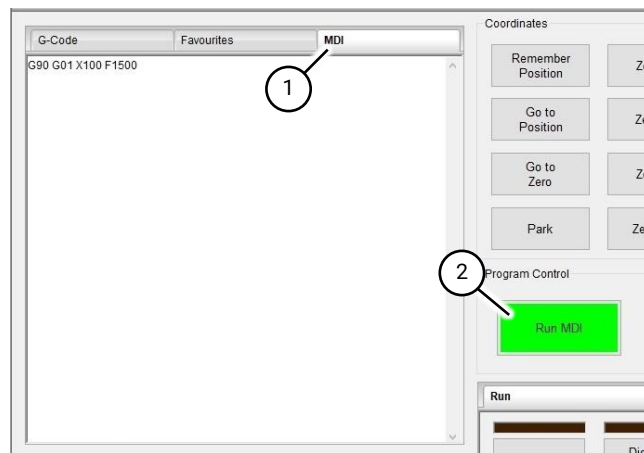

Fig 76 Onglet MDI
4. L'onglet MDI (Manual Data Input) est utilisé pour la saisie des commandes G-Code à partir du clavier (Fig 76 (1)). Si l'onglet MDI est actif dans le volet supérieur gauche, le bouton vert Run (Exécuter) s'affiche en tant que Run MDI (Exécuter MDI).
- 4.1 Pour exécuter le code entré, appuyez sur le bouton Run MDI (Fig 76 (2)) du volet de commande du programme.